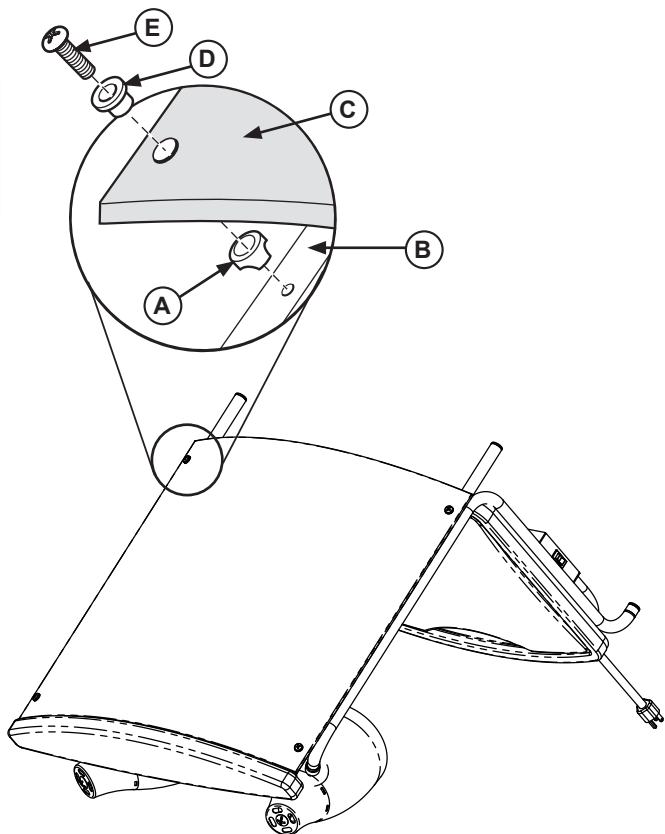

Figura 1. Instale la protección contra aliento.
1. Ubique el marco de la estación contorneada para carnes en la superficie de montaje plana en la orientación mostrada en la Figura 1.
2. Introduzca la arandela especial (D) en los orificios del vidrio de la protección contra aliento (C).
3. Coloque el espaciador (A) en el tubo del marco (B) delante del orificio. Deslice el tornillo (E) por la arandela especial (D), el espaciador (A) del vidrio de la protección contra aliento (C) y el orificio del tubo del marco (B). Gire el tornillo (E) varias veces. No lo apriete en este instante.
4. Repita el paso 3 para las cuatro ubicaciones. Una vez que la protección contra aliento y los herrajes estén en su lugar apriete firmemente todos los tornillos (E).
1. Limpie e higienice la tabla para cortar (B), su base (C) y la fuente para goteo (D) siguiendo la sección *Limpieza* de este manual. Consulte la Figura 1.
2. Verifique que la tabla para cortar (B), su base (C) y la fuente para goteo (D) estén limpias y correctamente instaladas.
3. Enchufe el cable eléctrico en un tomacorriente con puesta a tierra cuyo voltaje nominal corresponda al indicado en la placa identificatoria. Coloque el interruptor de encendido/apagado (A) en la posición de encendido "ON".
4. Coloque en la tabla para cortar (B) el producto preparado y precocido. Procese el producto siguiendo las pautas de manipulación segura de alimentos.
1. Coloque el interruptor de encendido/apagado (A) en la posición de apagado "OFF". Consulte la Figura 1.